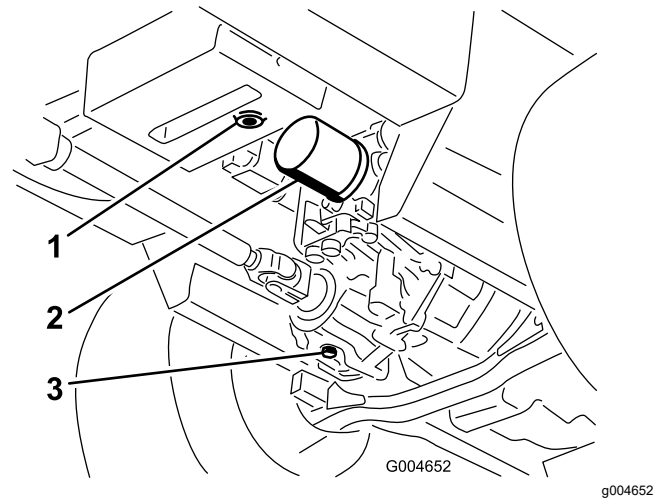

Figure 96
3. Placez un grand bac de vidange sous le réservoir hydraulique et le carter de transmission, et enlevez les bouchons pour vidanger tout le liquide hydraulique (Figure 96).
4. Nettoyez la surface autour du filtre à huile hydraulique et retirez le filtre (Figure 96).